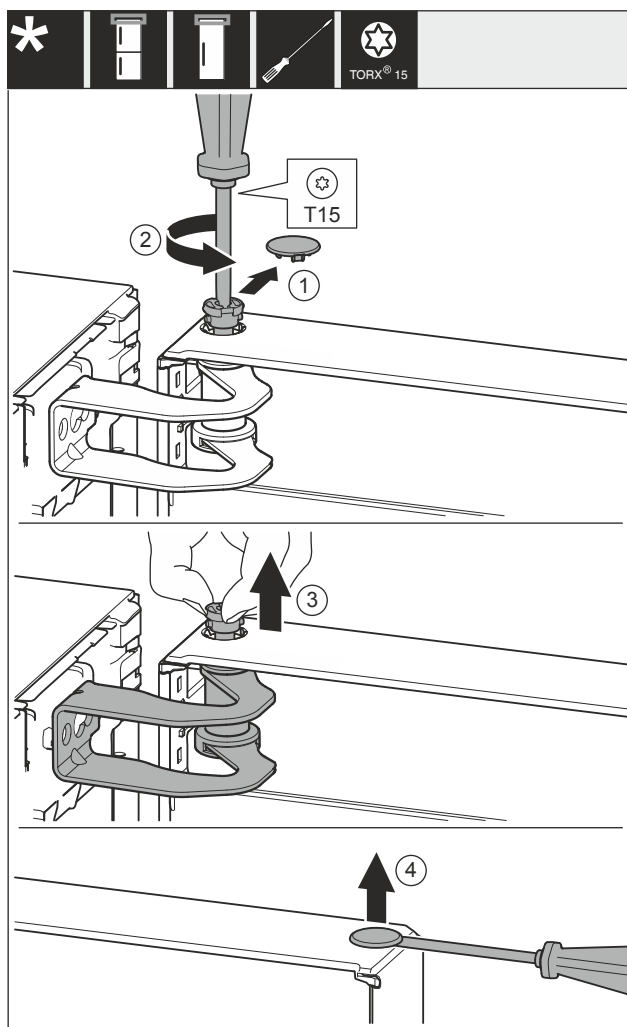

Fig. 10
- Opatrně sejměte kryt Fig. 10 (1).
- Šroubovákem o kousek vyšroubujte čep Fig. 10 (2).
- Čep Fig. 10 (3) vytáhněte prsty.
- Kryt Fig. 10 (4) opatrně nadzvedněte šroubovákem a odstraňte.